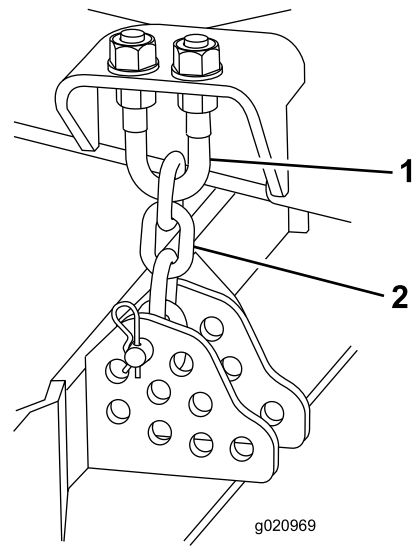

Figura 90
4. Retire el pasador de horquilla y la chaveta que fijan las cadenas de ajuste de la altura de corte a la parte trasera de la unidad de corte (Figura 90).